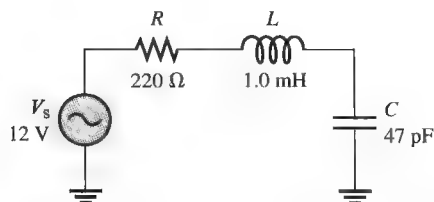

图 13-67
8. 对于图 13-67 中的电路, 求谐振时 R 两端的电压。
9. 求图 13-67 中电路谐振时的 X_L 、 X_C 、 Z 和 I 。